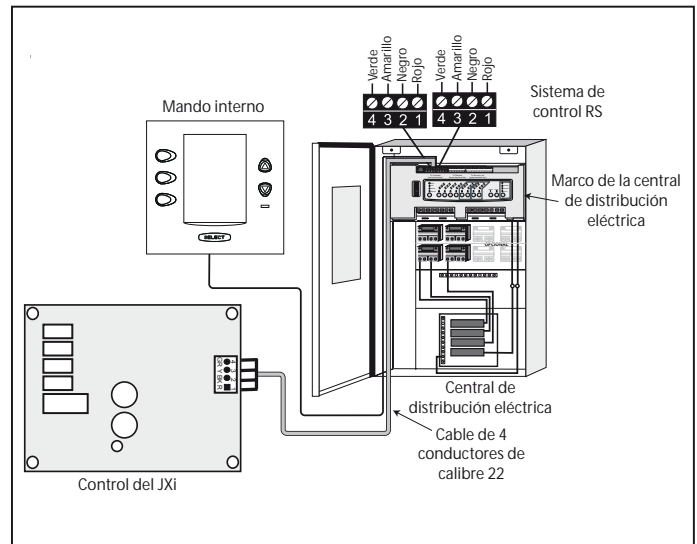

Figura 13. Cableado del JXi a control remoto de Zodiac®
- Utilice un cable de 4 conductores de calibre 22 para extenderlo entre el calentador y el control RS, y haga coincidir el orden del color de los cables. Ver Figura 13.